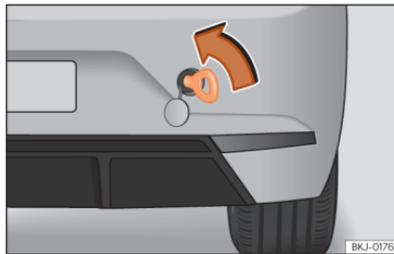

Abb. 159 Auf der rechten Seite des hinteren Stoßfängers: Eingeschraubte Abschleppöse.
- Drehen Sie die Abschleppöse **entgegen dem Uhrzeigersinn** so fest wie möglich in die Aufnahme » (Abb. 159) , » S. 266. Verwenden Sie ein geeignetes Hilfsmittel, um die Abschleppöse festzuziehen.